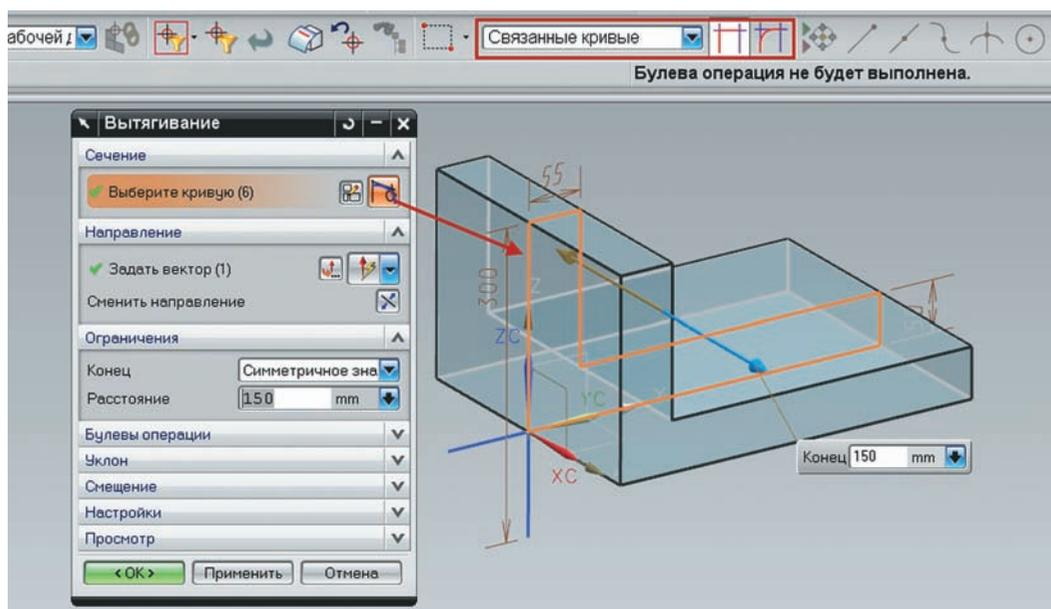

Рисунок 2.11. Вытягивание эскиза
- На панели выбора установите правило **Связанные кривые** и включите режим отслеживания пересечений, нажав кнопку **Остановка по пересечению**. После этого укажите одну из кривых в замкнутом контуре эскиза. На этот раз эскиз будет воспринят, а лишние кривые будут проигнорированы (рис. 2.11).